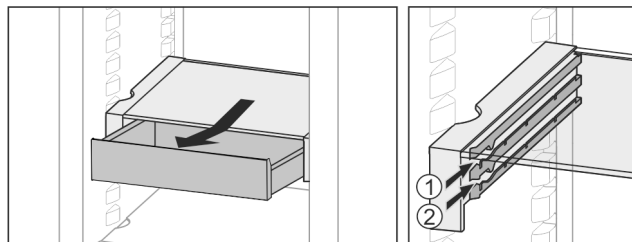

Fig. 32
- 在任意高度 Fig. 32 (1) 或 Fig. 32 (2) 推入。